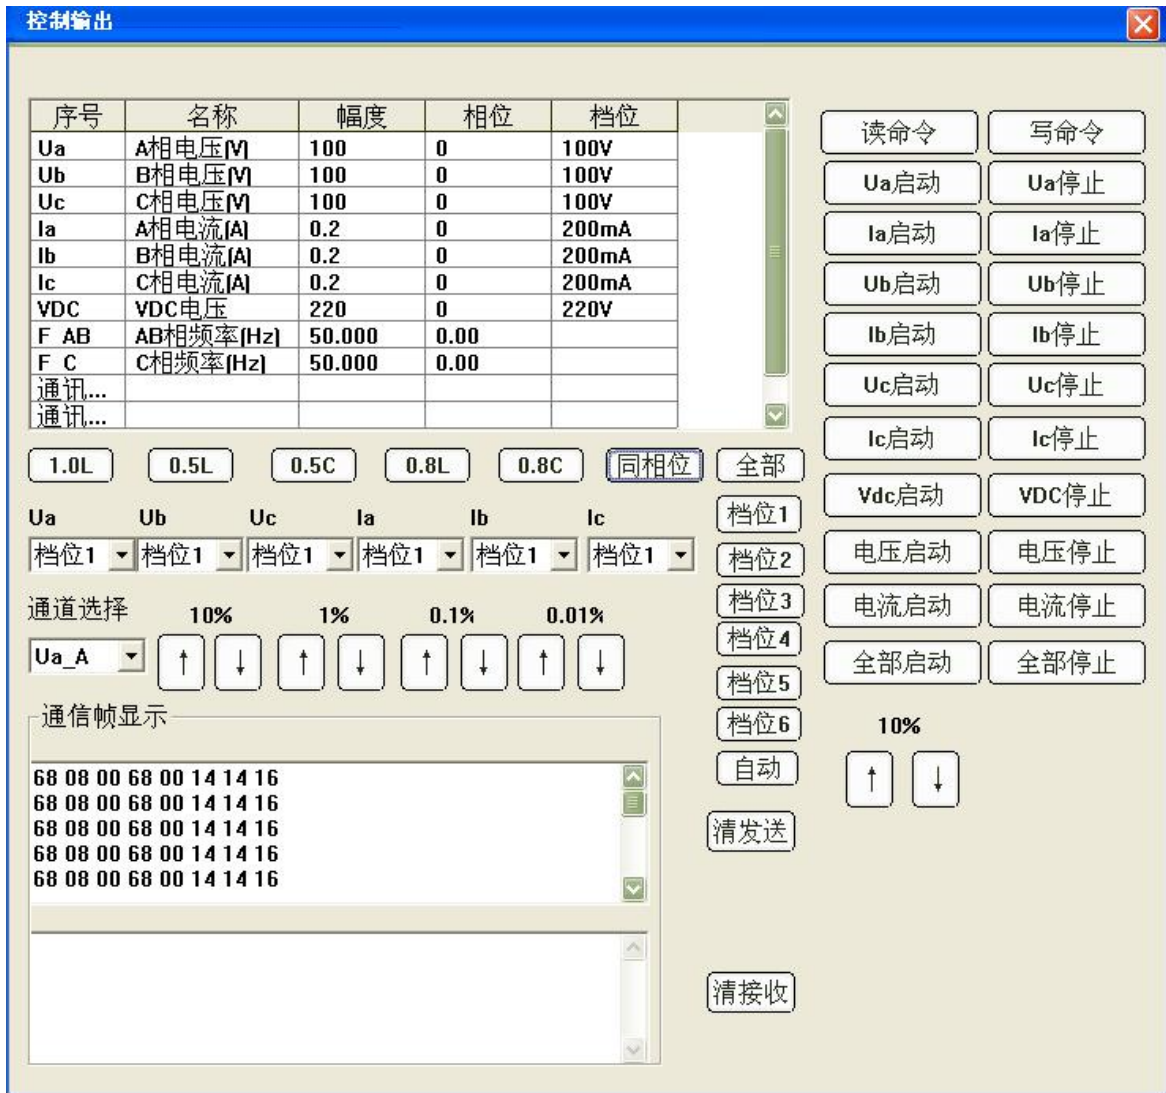

图 7-5
1、首先校第一档，选择同相位，控制输出的配制如图 7-5 所示：